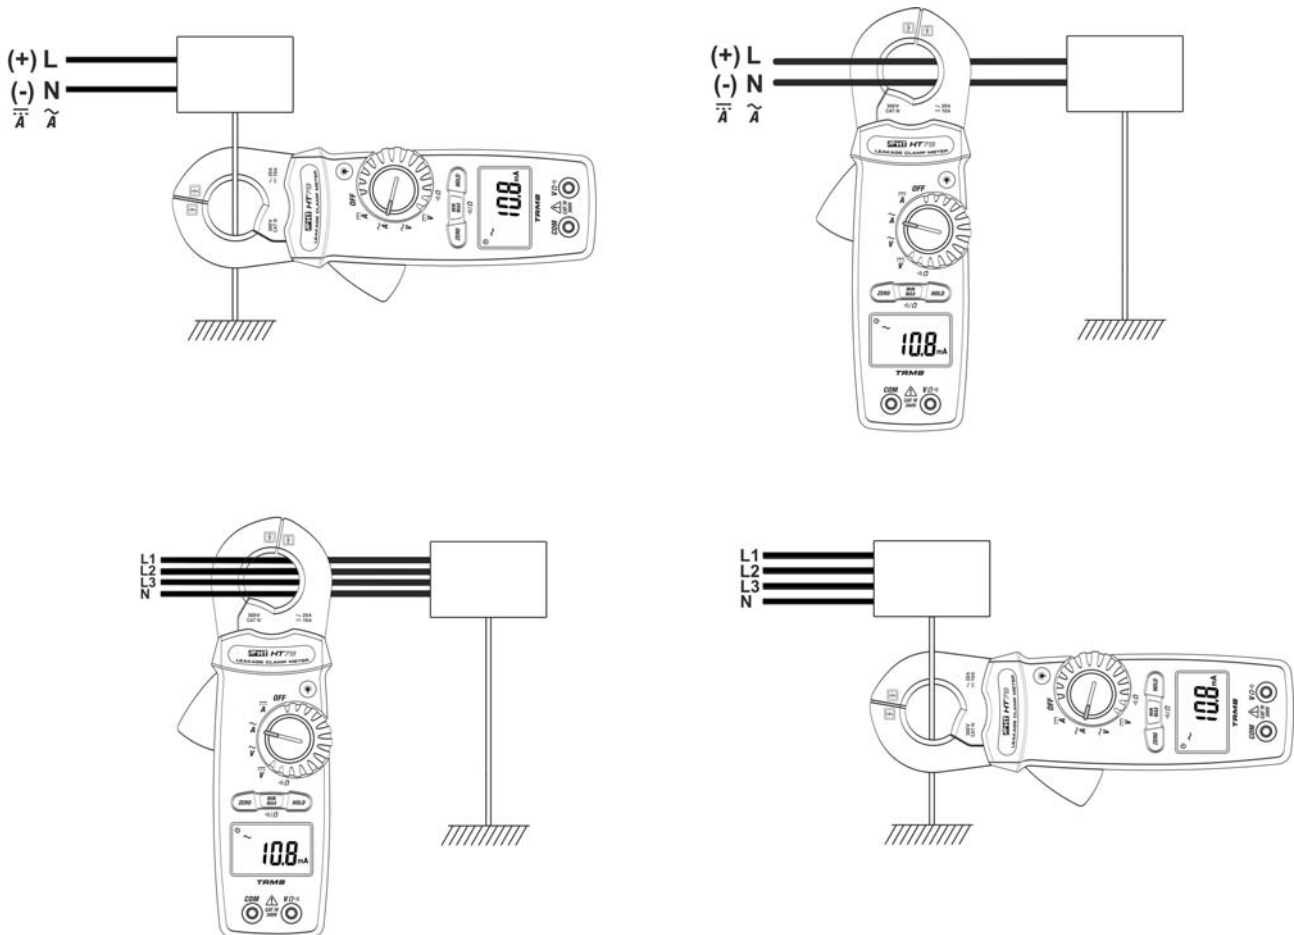

Fig. 10: Uso del instrumento para medida de la Corriente de fugas CA o CC
3. Abra el toroidal y conecte el instrumento según se muestra en la Fig. 10 para sistemas CC o sistemas CA Monofásico/Trifásico 4-hilos. El valor de la corriente de fugas se muestra en pantalla